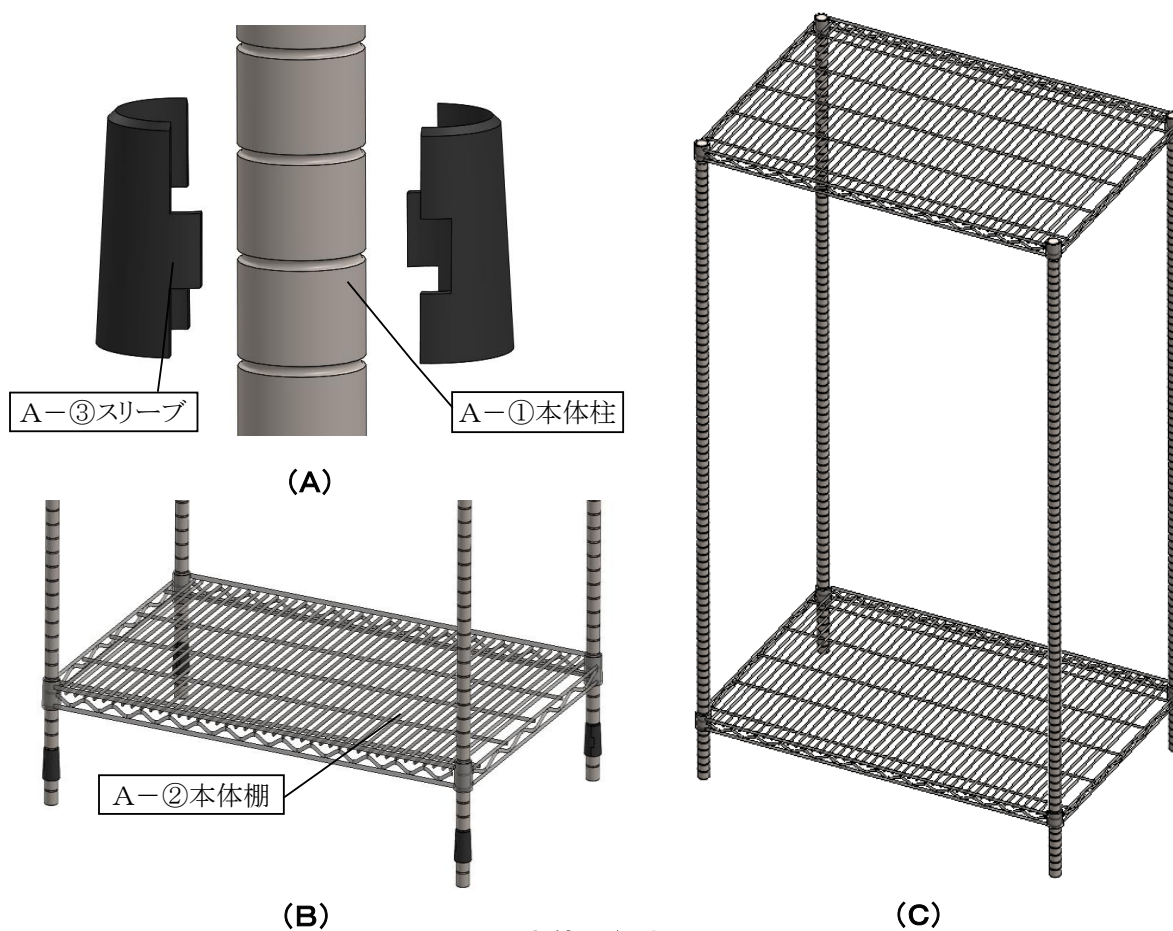

図1. 本体の組立
(A-③スリーブは厚みのある方が下に向くように取り付けます。)【図1 (A)】
【図1 (B)】
同様に、上段のA-②本体棚を取り付けます。【図1 (C)】